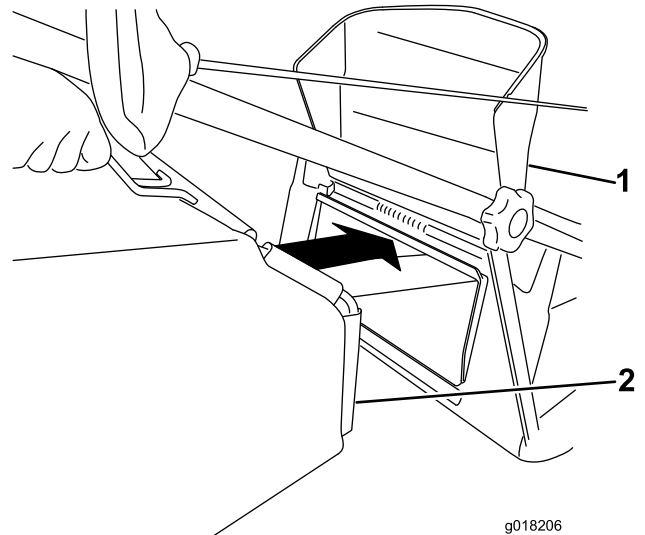

Figure 15
3. Accrochez le bac à herbe en place (Figure 15).